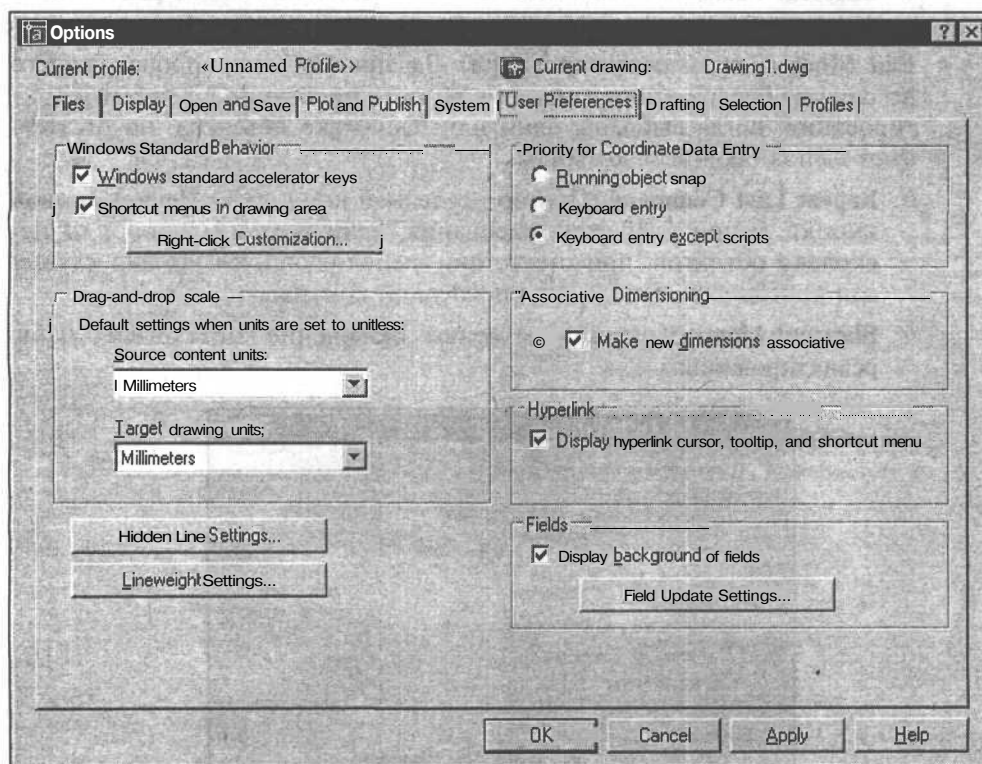

Рис. 3.2. Диалоговое окно настройки пользовательских параметров
2. Выберите в этом окне вкладку **User Preferences** (Пользовательские). Появится диалоговое окно, предназначенное для настройки среды рисования по усмотрению пользователя (рис. 3.2).